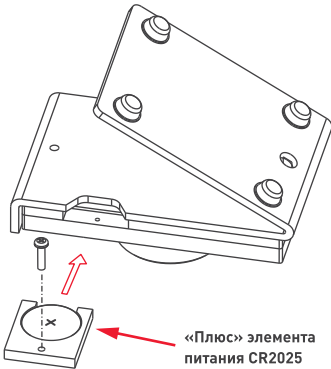

Рисунок 1. Установка элемента питания.
- 3.2. Установите элемент питания CR2025 в контейнер и установите контейнер в панель, соблюдая полярность (Рис. 1). Закрепите контейнер в панели при помощи винта.